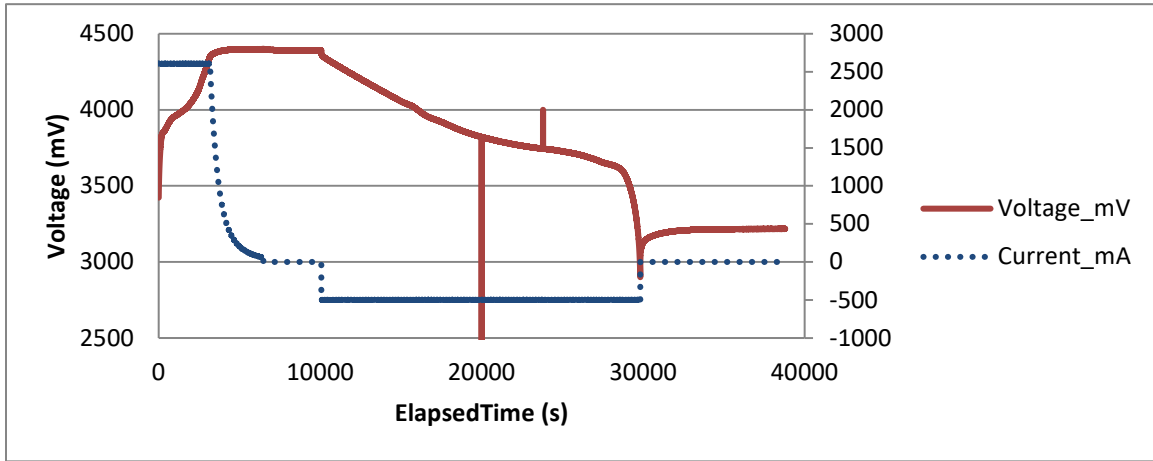

图2.16 检查数据连续性有无奇点
(2) 检查数据的完整性和连续性。把电流、电压的数据连线，即可看到是否完整（要求包含“静置—放电—静置”的数据）、是否连续（删除奇点、删除空白行）。比如下图 2.16 的应用案例中，老化柜在第 20000 秒记录了一个电压 0V 的奇点、第 23800 秒记录了一个电压 4V 的奇点，要把它们删掉。